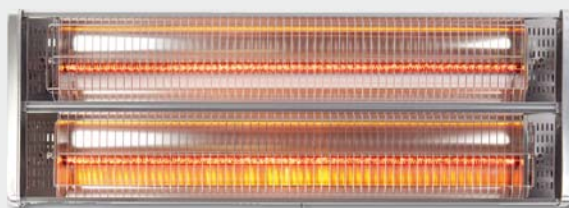

Fig.1
1.1. Además del equipo que usted ha adquirido, el embalaje también contiene **(Fig. 1)**:
- Usando el soporte orientable de la (**Fig. 1, J**) como plantilla, marque los 4 agujeros en la pared. Ayúdese de un nivel para asegurar que el soporte queda completamente horizontal.
- Seguidamente practique 4 agujeros en la pared mediante una broca de 8mm de diámetro. Inserte los cuatro tornillos con taco metálico (**Fig. 1, K**) y mediante las 4 tuercas fije todo el conjunto a la pared. Ayúdese de la llave inglesa suministrada (**Fig. 1, I**).